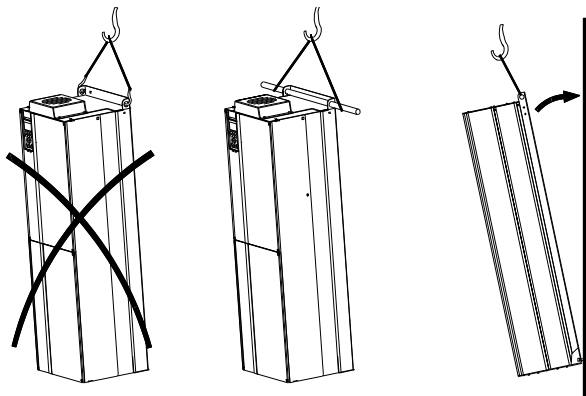

Рис. 1 Рекомендованный метод подъёма
1. Отметьте монтажные отверстия на полу. См. рис. 1.